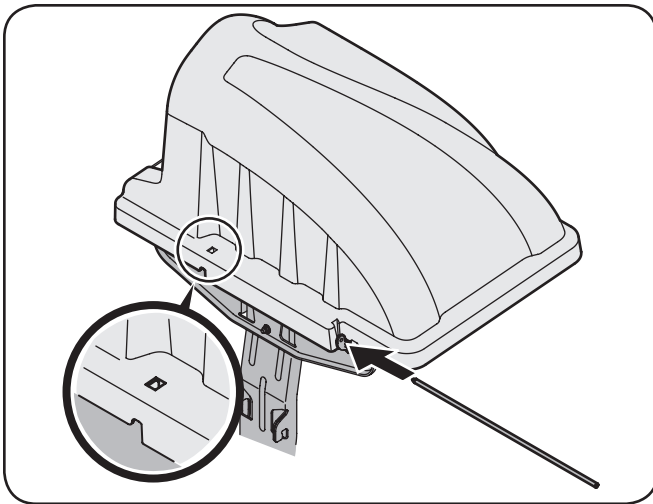
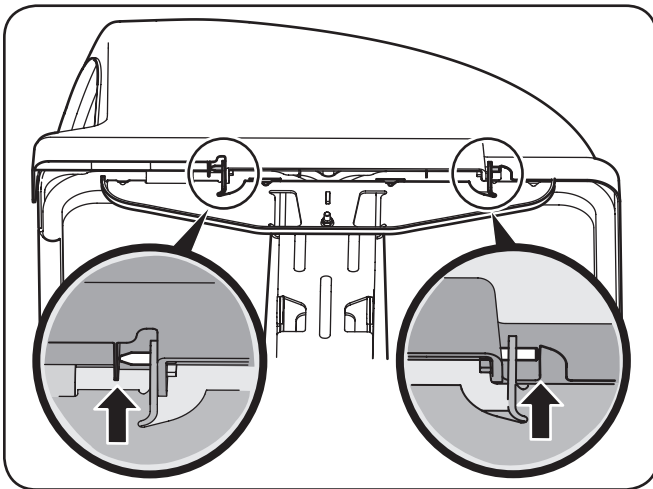

Figura 4-14
Figura 4-15
6. Deslice el pasador de horquilla en el orificio ubicado en la lengüeta de montaje, como en la Figura 4-14. Use la ventana recortada (Vea el recuadro de la Figura 4-14) para alinear el pasador de horquilla del otro lado y empujelo hasta que llegue al tope. En este punto el pasador calza en su posición y queda asegurado por una lengüeta de la cubierta de la embolsadora. Vea la Figura 4-15.